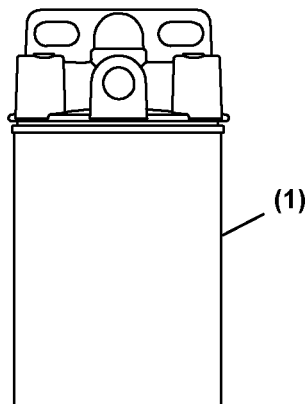

Figura 5
3. Svitare e rimuovere la cartuccia del filtro (**Figura 5, (1)**).